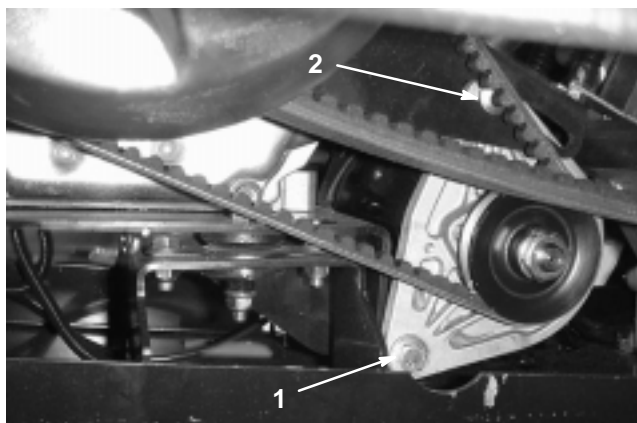

Figure 37
2. Desserrez le boulon pivot de l'alternateur du démarreur (Fig. 37).
3. Coincez un levier entre le support moteur et le démarreur. Desserrez l'écrou sur le boulon de réglage (Fig. 37).
5. Serrez l'écrou du boulon de réglage et enlevez le levier. Serrez le boulon pivot de l'alternateur du démarreur (Fig. 37).